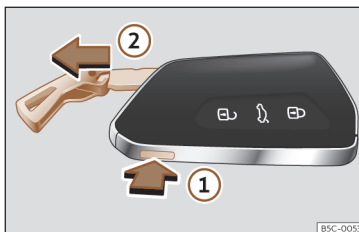

Fig. 68 Chave do veículo: retirar o palhetao.
- Pressione o botão >>> **Fig. 68** ① para fazer sair a argola em forma de porta-chaves e poder retirar o palhetao ②. Se pressionar levemente a argola, esta ficará fixa em forma de porta-chaves.
- Pressione o botão >>> **Fig. 68** ① para desbloquear. Mantenha o botão pressionado ① e, simultaneamente, puxe a argola na direção da seta >>> **Fig. 68** ② para retirar totalmente o palhetao.